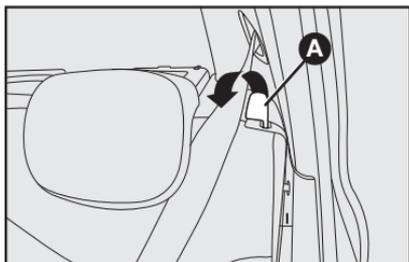
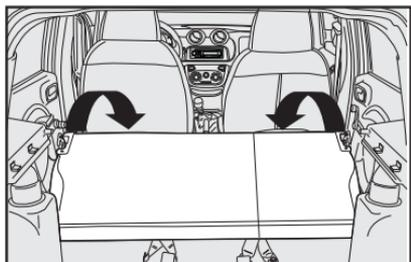

fig. 78
fig. 80
3) Desengatar o encosto, movendo as alavancas laterais **A-fig. 78**.
4) Rebater para a frente o encosto, passando os cintos pelos lados, até que este se apoie sobre o assento traseiro **fig. 80**.
O banco traseiro bipartido em algumas versões permite ampliar apenas parte do porta-malas, tendo a opção de rebater o banco individual ou duplo. Para isso, destravar a alavanca da direita ou da esquerda **A-fig. 78** e rebater para a frente o encosto e o assento **fig. 80** e **81** até obter uma única superfície de carga.
ADVERTÊNCIA: o encosto do banco traseiro pode ser colocado em duas posições, de acordo com a necessidade de mais ou menos espaço no porta-malas. Para alterar a posição do encosto, puxe a alavanca **A-fig. 78**.